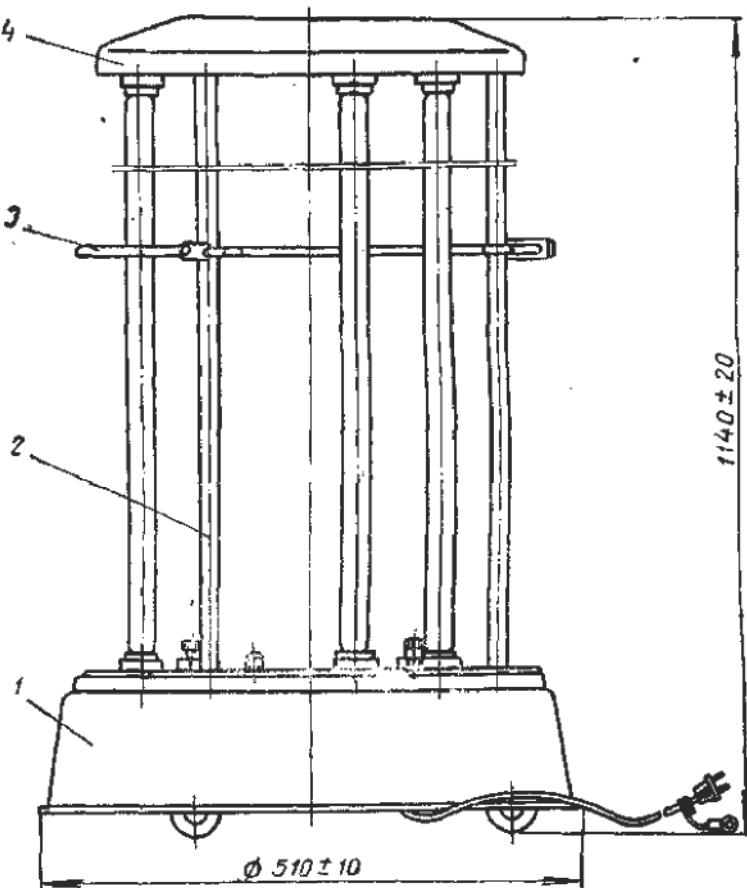
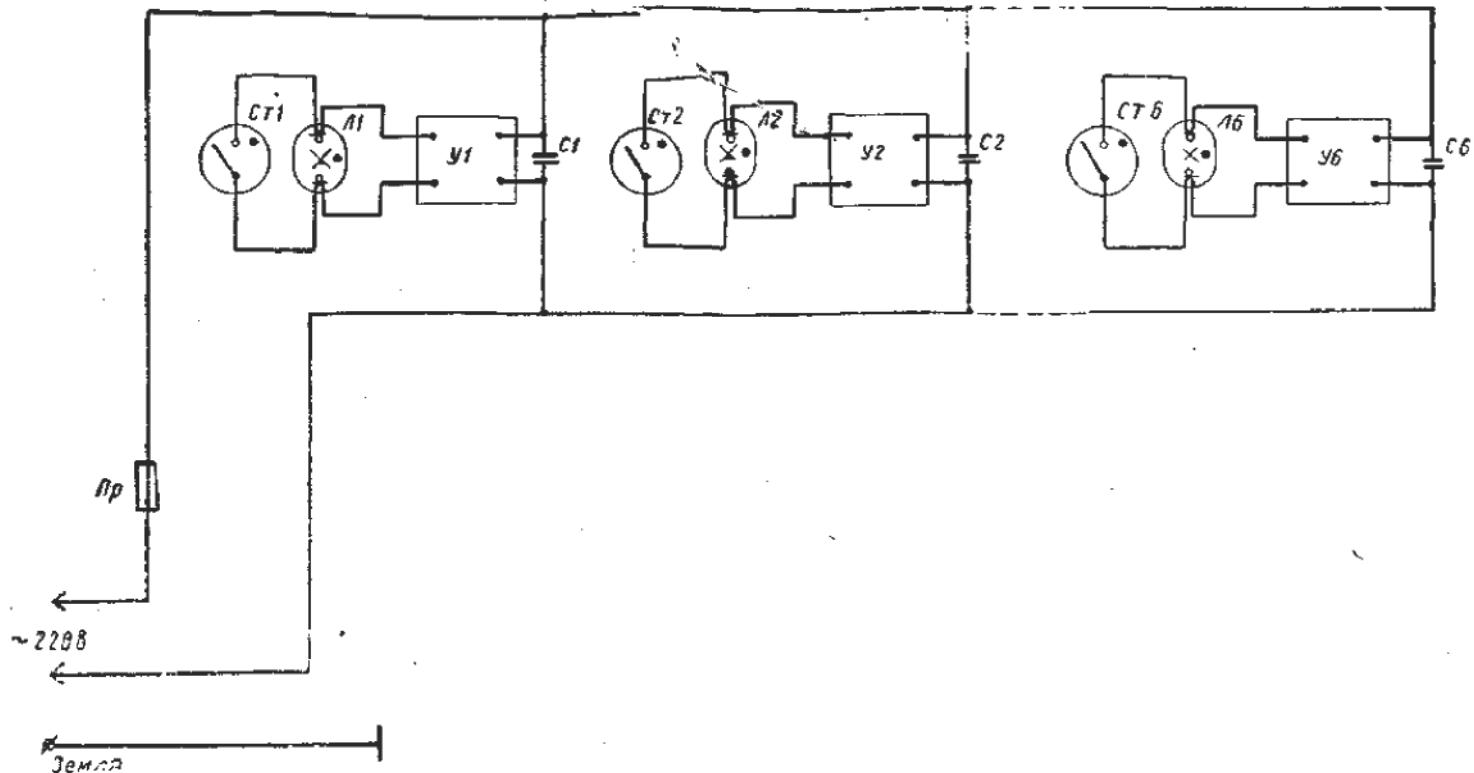

Рис. 1. Облучатель бактерицидный передвижной ОБПе-10:
Рис. 2. Схема электрическая принципиальная:
4. 2. Облучатель (рис. 1) состоит из следующих основных узлов: основания с роликами, на которых облучатель перемещается по полу, каркаса с патронами для ламп и стартеров, ручки, служащей одновременно для перемещения облучателя и для ограждения ламп, крышки, закрывающей верхнюю часть каркаса. Электрическая схема облучателя показана на рис. 2.